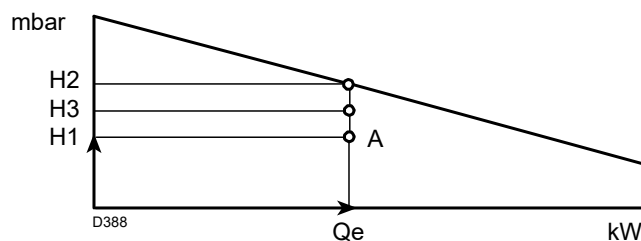

Fig. 6
- 4 Tegn en lodret linje fra punkt A)(Fig. 6), og find det maksimale tryk H2 i arbejdsplanerne.
Hvis H3 er større end H1(Fig. 6), kan brænderen levere den nødvendige strømningshastighed.